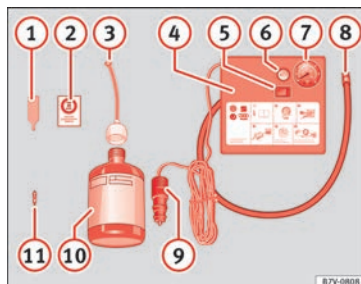

Fig. 103 Représentation standard : contenu du kit anticrevaison.
Le kit anticrevaison se trouve dans le coffre à bagages, sous le revêtement du plancher de chargement. Il inclut les composants suivants » **fig. 103** :
Revissez le tuyau de gonflage » fig. 103 ⑧ et vérifiez la pression de gonflage du pneu sur l'indicateur ⑦.